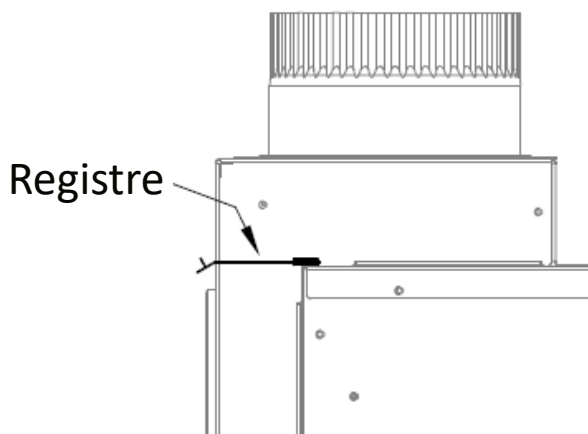

Figure 4.3 - Position de repos du registre de chute d'air (pour kit HTK)
- Note: Si vous utilisez le kit HTK-EXT, le registre doit rester en place. Assurez-vous que le registre reste dans le foyer et qu'il pivote librement, pour qu'un tirant d'air puisse le faire pivoter librement. En position de repos, ce registre doit reposer à plat dans le foyer, tel que montré à la Figure 4.3.